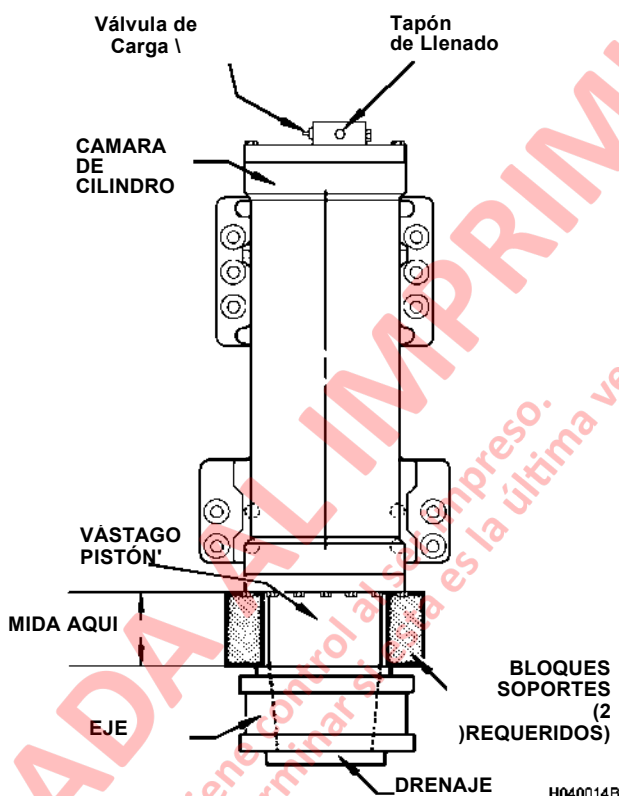
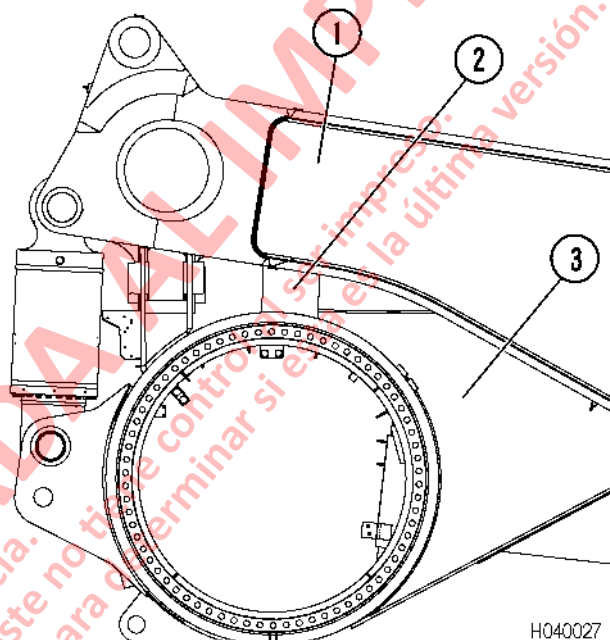

FIGURA 4-2. SUSPENSIÓN DELANTERA
FIGURA 4-4. MONTAJE DEL BLOQUE PARA LLENADO DE ACEITE
Se pueden fabricar bloques de soporte de diversas formas. Se recomiendan materiales de acero suave. Se puede utilizar material cuadrado o segmentos de tubería de al menos 25 mm (1 in). Los bloques deben ser capaces de soportar el peso del camión durante los procedimientos de carga y llenado de aceite, evitando a su vez el contacto con las superficies niqueladas y los sellos de la suspensión. Consulte la Figura 4-2 para la ubicación del bloque de soporte de la suspensión delantera y la Figura 4-4 para la ubicación del bloque de soporte de la suspensión trasera.
1. Coloque y asegure los bloques para la dimensión de altura de llenado de aceite a una separación de 180° para dar estabilidad (ver Figura 4-2). Cuando se libere la presión del nitrógeno, las suspensiones bajarán y descansarán en los bloques. Asegúrese que los bloques no marquen o rayen las superficies enchapadas de los pistones ni dañen los sellos.
4. Retire el tapón de llenado superior próximo a la válvula de carga (ver Figura 4-2).
7. Para bajar el camión sobre los bloques de carga, abra la válvula de entrada (4) hasta que la presión caiga por debajo de la presión que se especifica en la tabla después de la Figura 4-2, luego cierre la válvula.
8. Instale la manguera central al manifold (6)..
9. Cargue las suspensiones a la presión que se indica en la Figura 4-2. NO sobrecargue con nitrógeno para sacar las suspensiones de los bloques de carga.
1. Posicione y asegure los bloques para llenado de aceite de modo que se asienten entre el bastidor y la caja del eje trasero (ver Figura 4-4). Tanto en el lado izquierdo como en el derecho del camión se debe colocar un bloque..